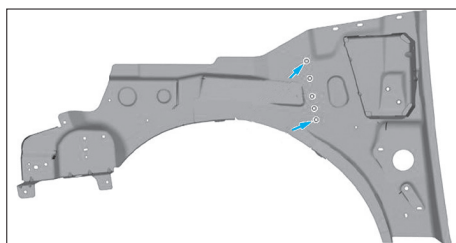

FIG. 33
- Tracer puis percer au diamètre de 8 mm pour soudage ultérieur par points bouchons (Fig.33).